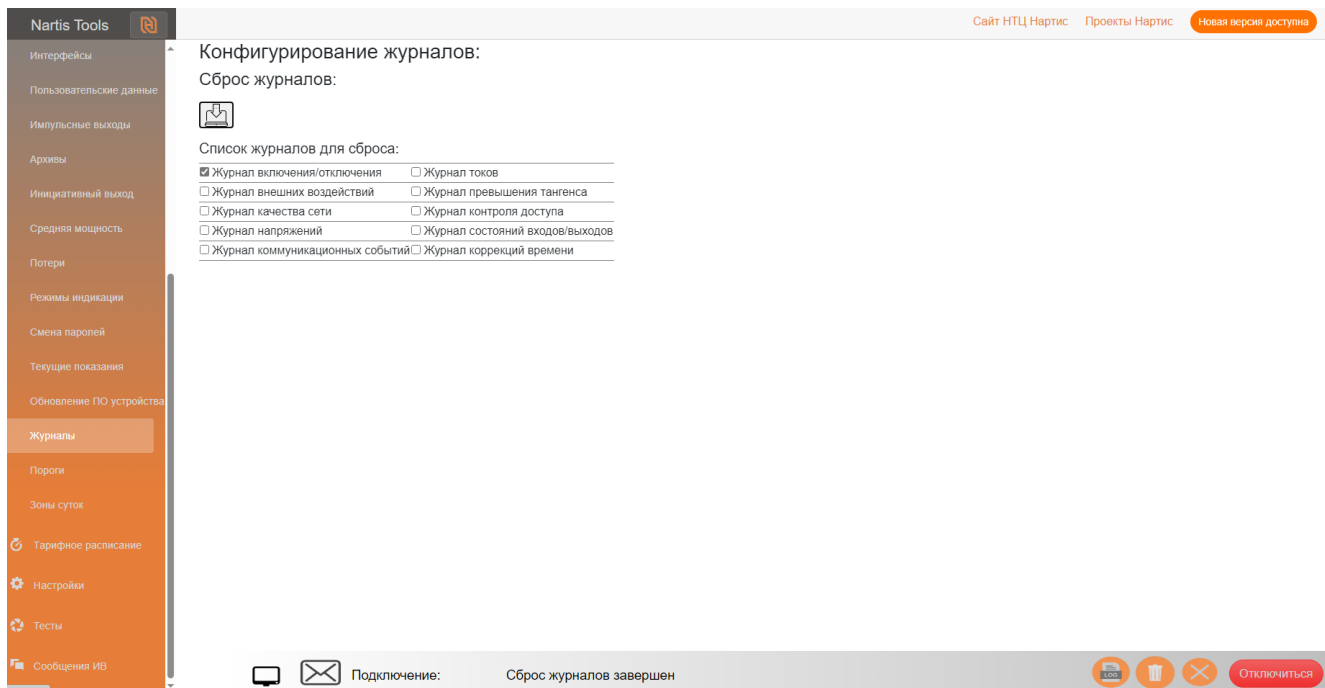

Рисунок 34 – Диалоговое окно сброса журналов
11.2 В подразделе «Журналы» раздела «Конфигурирование» можно произвести сброс журналов ПУ по выбору (рисунок 34).